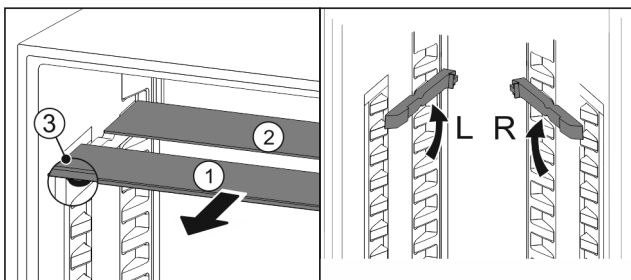

Fig. 115
- ▶ Посуньте Fig. 115 (1) скляну панель вперед.
- ▷ Скляна панель Fig. 115 (1) з декоративною планкою лежить спереду.
- ▷ Стопори Fig. 115 (3) показують вниз.